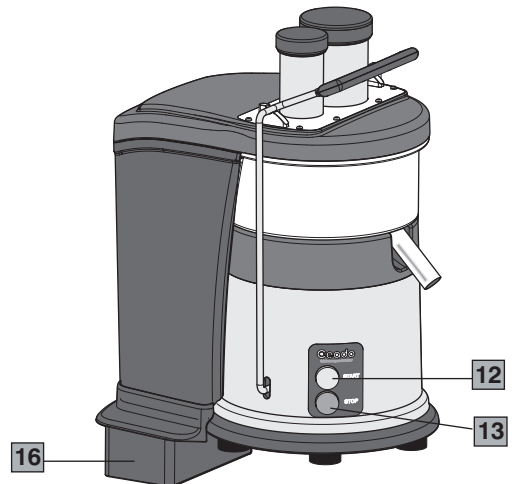

Fig. 5
Modèle ES900 (Fig. 5)
1. Placer le support du conteneur à pulpe (17, Fig. 5) près du socle par l'arrière.
4. Placer le raccord de déchargement (16, Fig. 5) dans le trou que l'on vient de faire, **en veillant à insérer correctement les crochets de fixation “b” dans leurs trous “c” situés à la base de l'appareil** (4, Fig. B).